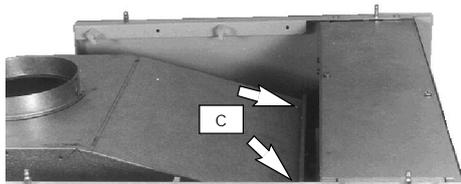

fig. 7.6
- 6 Svitare le due viti (C in fig. 7.6) della cappa e rimuovere il coperchio di servizio, pulite con uno scovolo il corpo caldaia (37 a pag. 5).